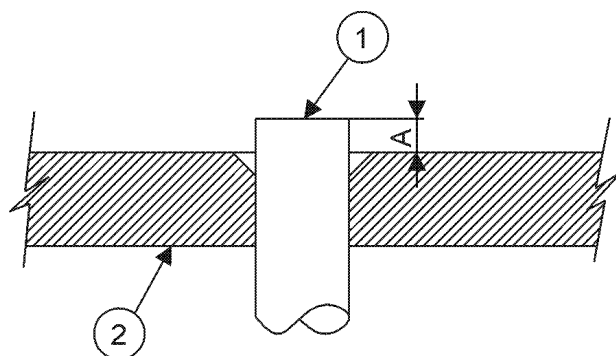

Fig. 24. Collocare il tubo nello strumento di avvitatura su tubi di rame (flare)
- B. Posizionare il tubo con l' utensile da avvitatura su tubi di rame (flare) (vedi Fig. 24). L' altezza "A" della sporgenza del tubo sarà determinate dal diametro esterno del tubo. Vedi tabella No. 2.